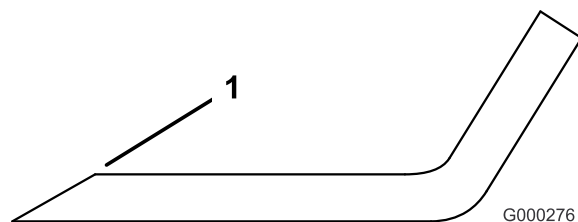

Figure 102
1. Au moyen d'une lime, aigüez les tranchants aux deux extrémités de la lame (Figure 102).